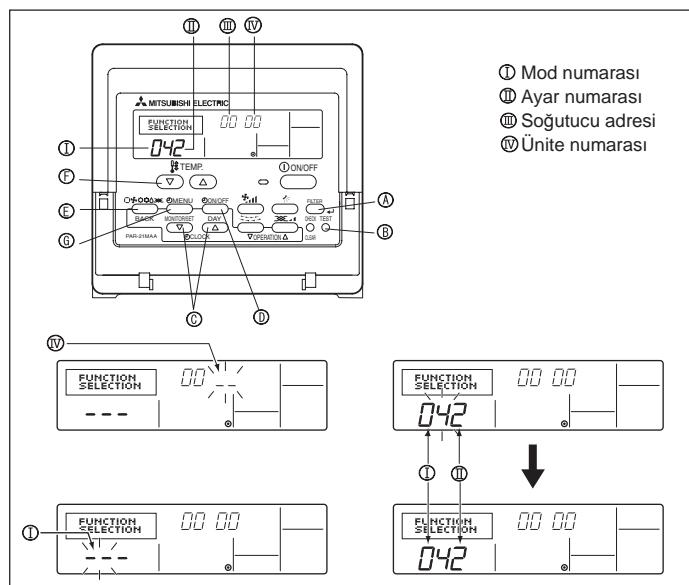

Fig. 6-9
1) Kablolü Uzaktan Kumanda İçin (Fig. 6-9)